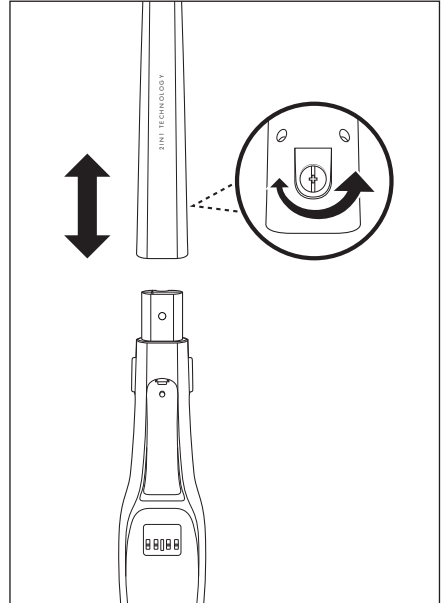

Bild 1
- 2) Sätt skaftet **10** på produktens skafthållare. Skjut skaftet **10** helt över skafthållaren tills det sitter fast på produkten. (Bild 1).
- 3) Sätt tillbaka skruven **11** i öppningen på skafts **10** baksida igen. Dra åt skruven **11** medsols med en skruvmejsel (bild 1).